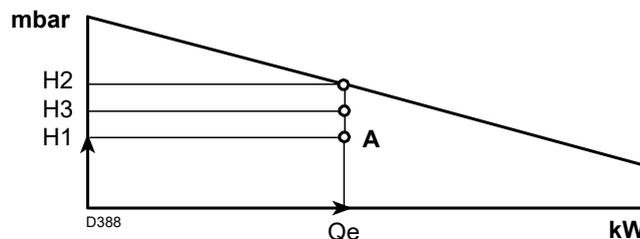

Fig. 3
- 4 Tracciare una verticale dal **punto A** (Fig. 3) e trovare la massima pressione "H2" del campo di lavoro.
- Se "H3" è maggiore di "H1" (Fig. 3), il bruciatore può erogare la portata richiesta.